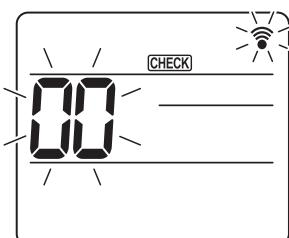
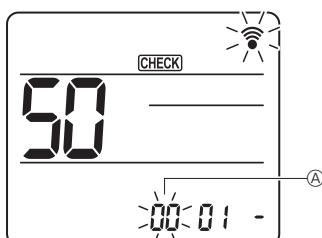
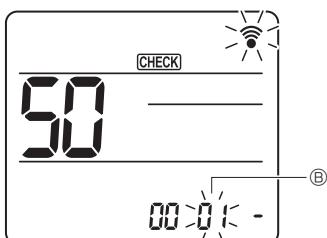
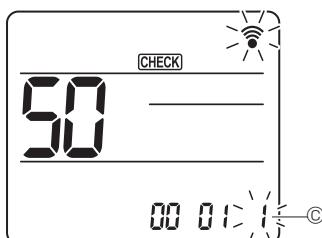

Fig. 7-18
Fig. 7-19
Fig. 7-20
Fig. 7-21
7.4.2. Via trådløs fjernkontroll (fig. 7-18, fig. 7-19, fig. 7-20, fig. 7-21)
① Gå til funksjonsvalgmodus
(Start denne oppgaven når skjermen på fjernkontrollen viser at status er slått av.) **CHECK** er tent og "00" blinker. (Fig. 7-18)
Trykk på **OK**-knappen for å stille enhetsnummer **A**. (Fig. 7-19)
Trykk på **OK**-knappen for å stille modusnummer **B**. (Fig. 7-20)
Bruk **OK**-knappen for å endre innstillingen nummer **C**. (Fig. 7-21)